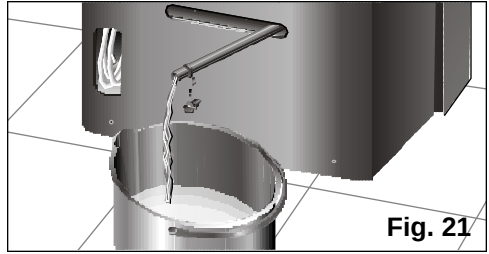

Fig. 21
- ☐ Plaats een bakje bij het einde van de buis en verwijder de dop om het condensatie water op te kunnen vangen, Fig. 21.